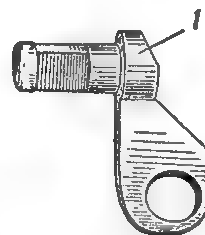

Рис. 93. Предохранитель:
8. В автоматической винтовке предохранитель (рис. 93) не имеет на головке выступа, который в самозарядной винтовке ограничивает проворот флажка предохранителя вправо, и, кроме того, на головке предохранителя сделан скол для обеспечения большего отхода хвоста спускового крючка назад.